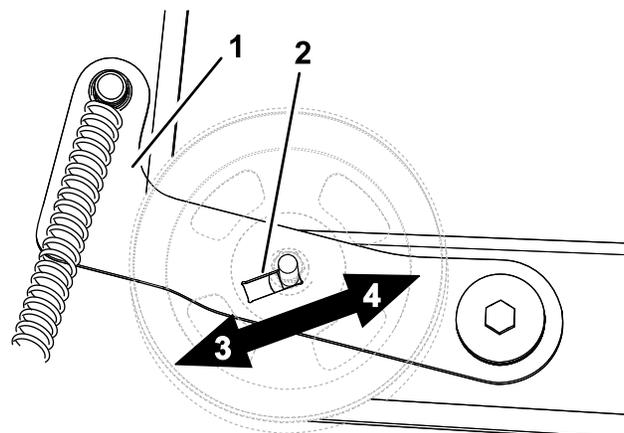

図 55
5. 必要に応じてスロット内のプーリの位置を調整する **図 55**。